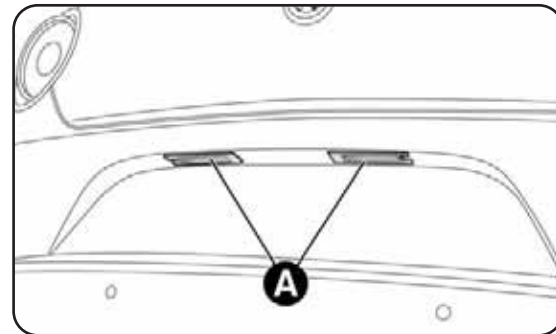

fig. 29
- quite los grupos transparentes A-fig. 29;